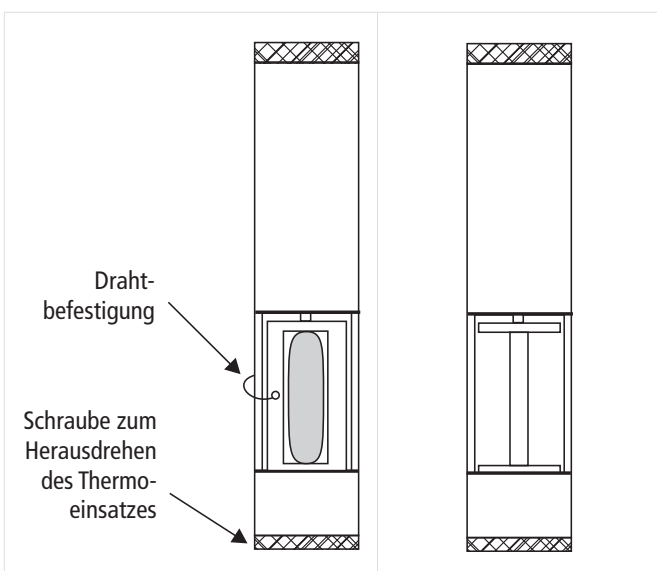

Abb. 4: Positionierung Thermoeinsatz gut
- ▶ Fenster der Sonde muss deckungsgleich mit dem Fenster des Thermoeinsatzes sein, um die Farbe und den Zustand des Einsatzes optimal erkennen zu können. (siehe Abb. 4).